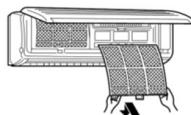

Рис.7
- После промывки тщательно просушите фильтр в затенённом месте. Установите воздушный фильтр на место и закройте (рис.7)